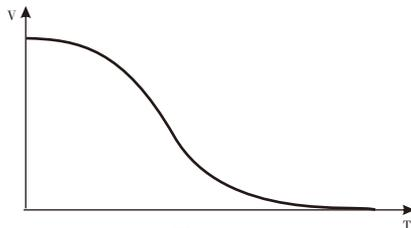

图12-6-1
① 代码F2不设为0时，为软停机模式。图12-6-1为软停车模式的输出电流波形，T由代码F2设置软停时间。在这种停机模式下，电动机的供电由旁路接触器切换到软起动器的晶闸管输出，软起动器的输出电压由全压逐渐减小，使电机转速平稳降低，以避免机械震荡，直到电动机停止运行。软停机时的输出截止电压等同于起动时的起始电压。
② 软停机模式可减少和消除水泵类负载的喘振及减少软停市的大电流冲击，此软停限流值是在起动限流基础上计算的百分比。